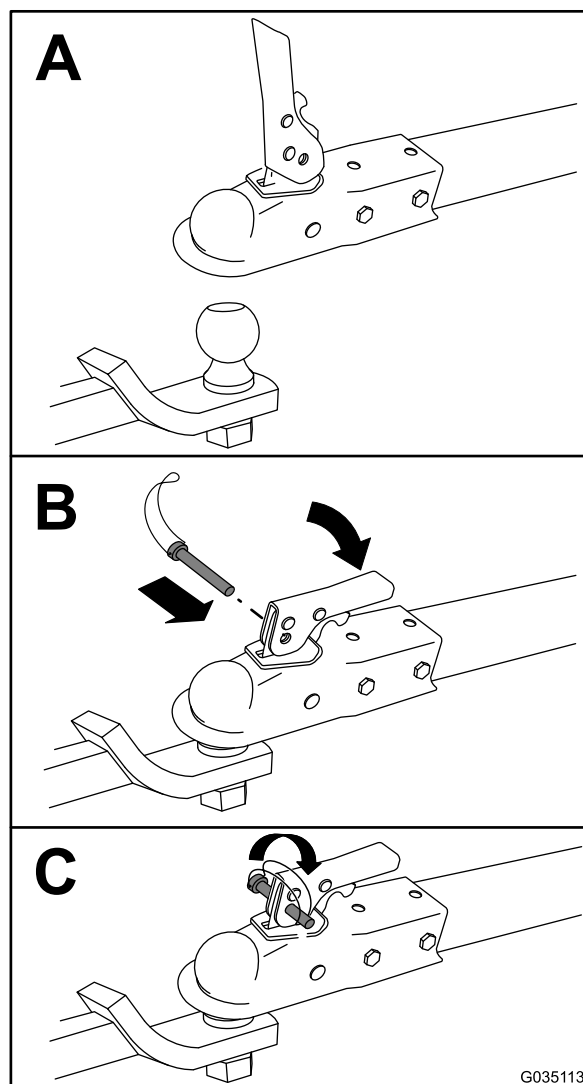

Figura 20
3. Enganche la máquina como se muestra en Figura 20.